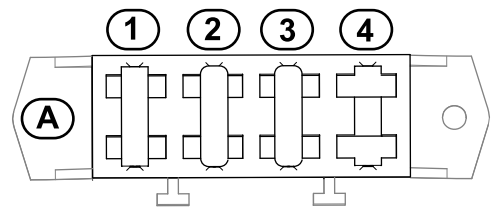

Figura 29
4. Si algún fusible está fundido, sustitúyalo por un fusible del voltaje y amperaje correctos (Figura 29). Consulte el *Manual de mantenimiento* de la unidad de tracción para conocer los números de referencia específicos de los fusibles.
3. Compruebe los fusibles del bloque de fusibles (Figura 29).